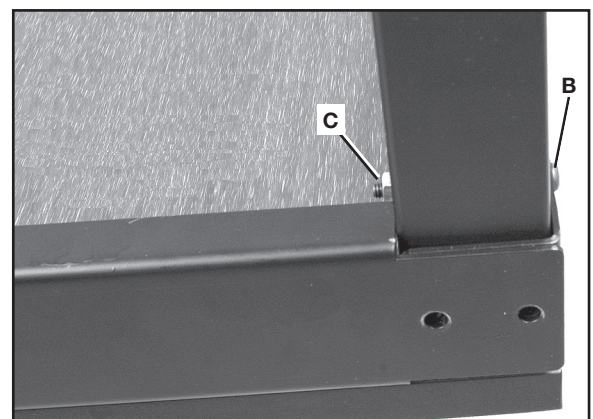

FIG. 2
3. Fixer la patte de table à la planche de banc avec quatre vis d'assemblage à tête ronde à 6 pans creux de 1/4-20 x 64 mm (2 1/2 po) (B) et des écrous à embase de 1/4-20 (C). Orienter les vis et les écrous comme l'illustre la fig. 2 en plaçant les écrous sur la vis du côté intérieur de la table.